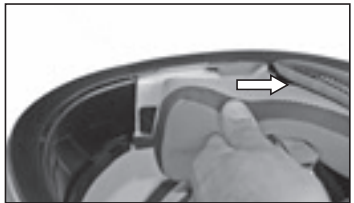

Fig. 4
- 1.3 Extraiga la lengüeta cerca de la mentonera interior (Fig. 4).